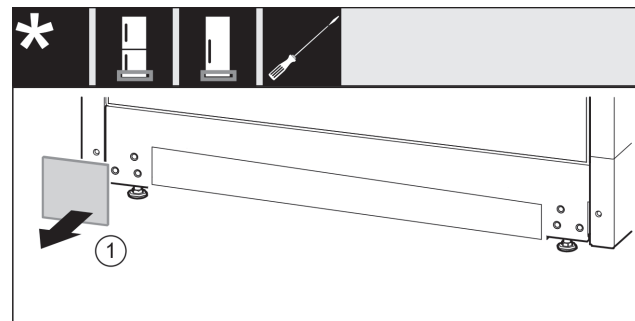

Fig. 47
- ▶ Abdeckung Fig. 47 (1) abnehmen.